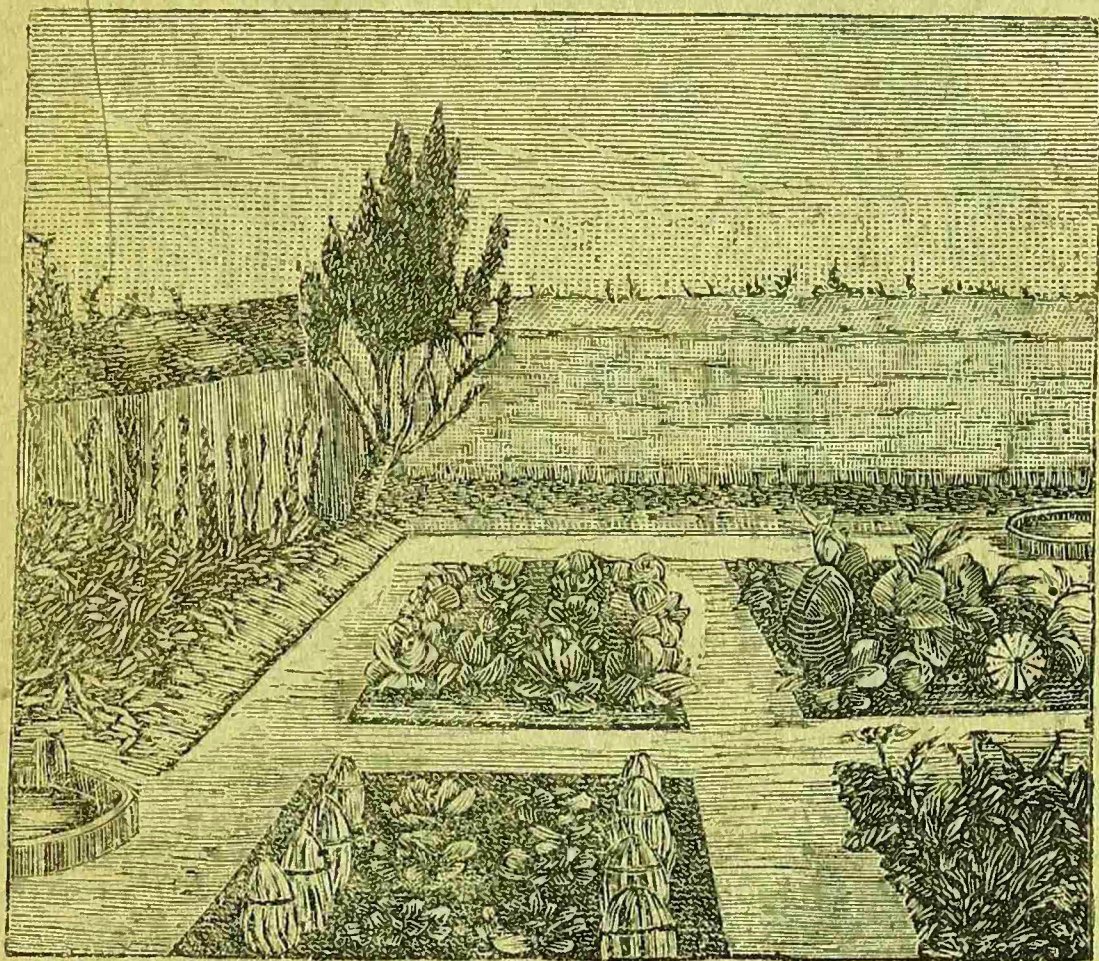
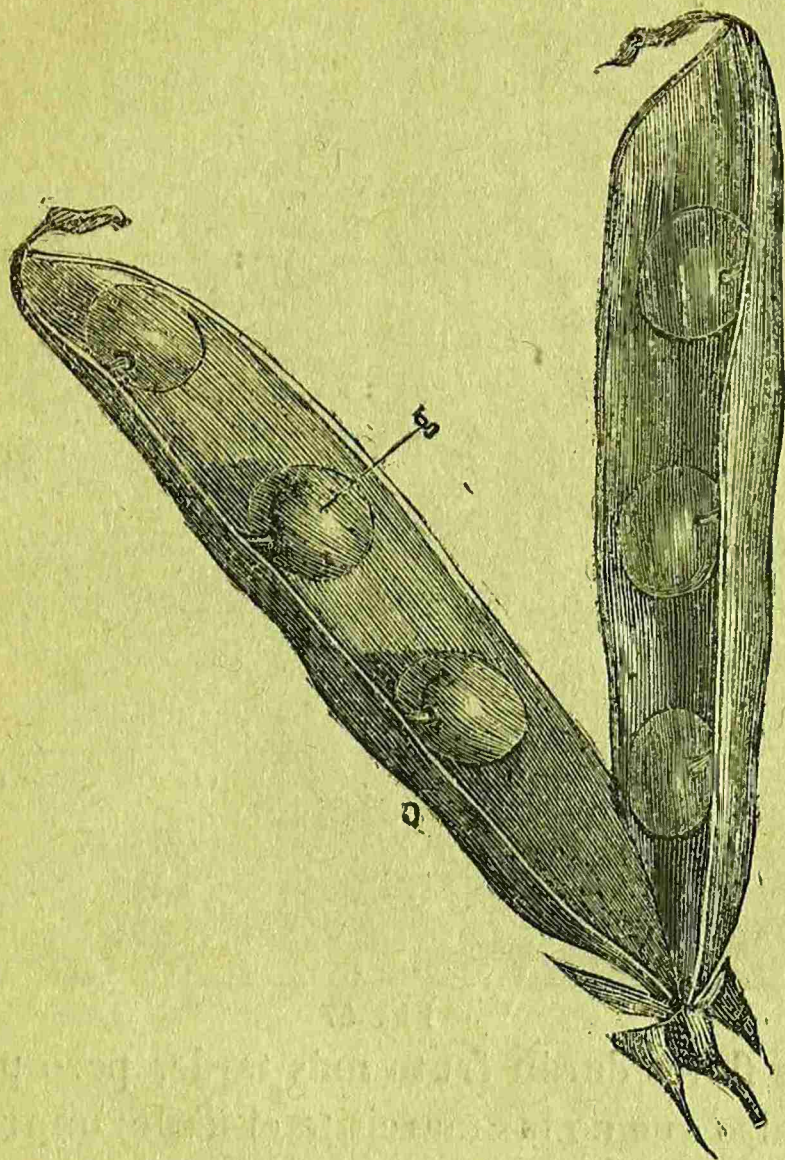

Fig. 52.
Fig. 56.
se llama la *huerta*. (fig. 52.) Observemos las plantas que ahí se cultivan.
39.—Las semillas que se comen.—En largos rodrigones de madera vemos que trepan habichuelas y guisantes (fig. 52, á la izquierda); ya se hallan cubiertos de flores y cuelgan sus vainas (fig. 56). Estas plantas se cultivan por sus granos. Las habichuelas y los guisantes se comen á veces aun cuando no estén maduros: llámanse entonces habichuelas verdes y chícharos. Generalmente se recogen los chícharos y las habichuelas secas para comerlos en el invierno.